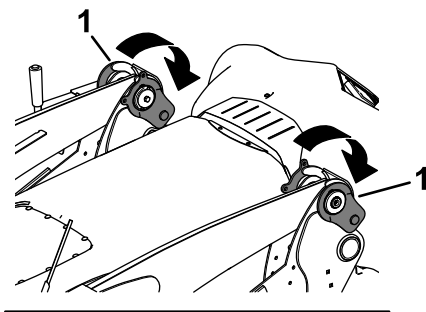

Figure 56
7. Verrouillez les bras de la chargeuse sur la machine en les abaissant jusqu'à ce que le dispositif de blocage maintienne les verrous en place (Figure 56).